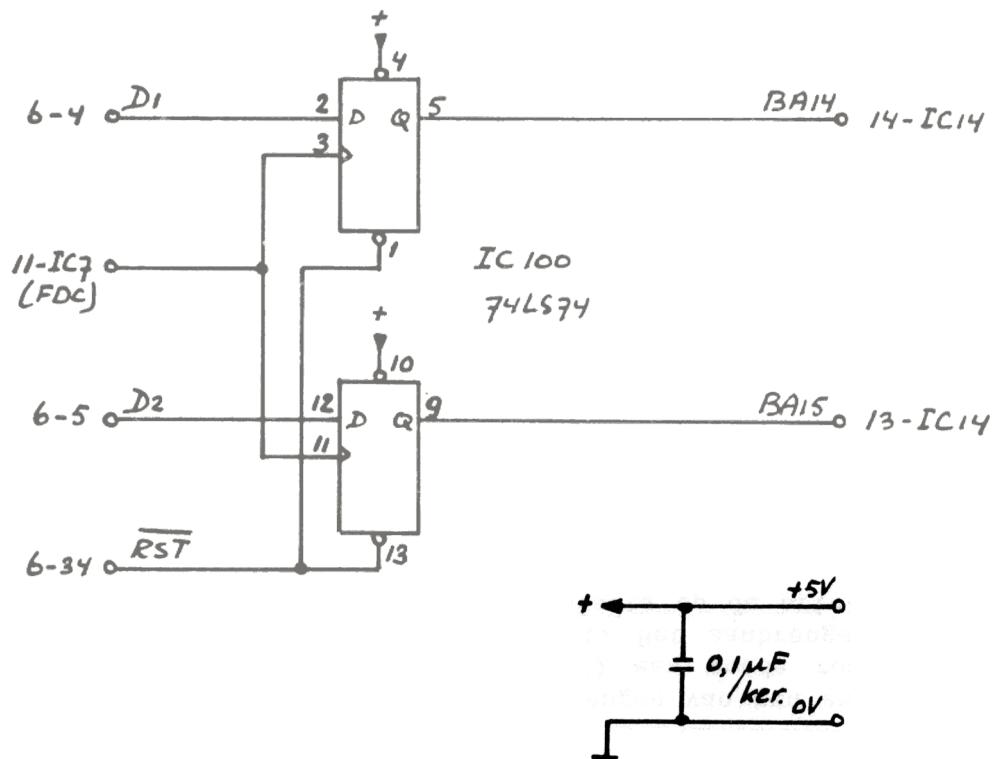

Figuur 6:
2. De Floppy Disk Controller wordt voorzien van een ongewijzigde 16k geheugenuitbreiding op de connector voor "memory card I" en een naar 64k gewijzigde uitbreiding met bankschakelaar op de plaats van "memory card II". Ook nu kan IC 103 (74LS138) op de geheugenbankschakelaar vervallen maar tevens IC 103 (74LS157). De uitgangen 7, 10 en 15 van IC 100 (74LS157), die verbonden waren met de ingangen 3, 6 en 10 van IC 103 (74LS157), worden dan verbonden met de ingangen 10, 14 en 13 van IC 14(74LS157) op de (gewijzigde) geheugenuitbreiding. Nu vervallen eveneens de verbindingen voor de signalen A 7 t/m A 2, maar ook die voor A 13 en B 5, terwijl pen 14 en pen 12 van IC 102 (74LS32) op de geheugenbankschakelaar weer verbonden moeten worden met pen 10 van IC 18 (74LS138) op de Floppy Disk Controller (zie figuur 6). Met deze configuratie onstaat 96 kb vrije geheugenruimte, waarvan 64 kb in acht banken van elk 8kb in het adresbereik &HE000-&HFFFF.